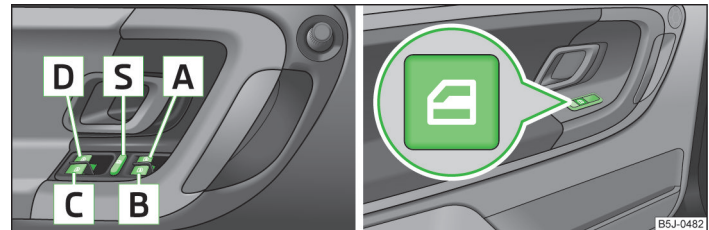

Abb. 20 Tasten in der Fahrertür / in den hinteren Türen
- Werden auf den Rücksitzen Kinder befördert, wird empfohlen, die elektrischen Fensterheber der hinteren Türen außer Funktion zu setzen (Sicherheitsschalter)  » Abb. 20 auf Seite 37.
Tasten der Fensterheber » Abb. 20.
Durch Drücken des Sicherheitsschalters  » Abb. 20 können die Tasten der Fensterheber in den hinteren Türen außer Funktion gesetzt werden. Durch wiederholtes Drücken des Sicherheitsschalters  sind die Tasten der Fensterheber in den hinteren Türen wieder funktionsfähig.